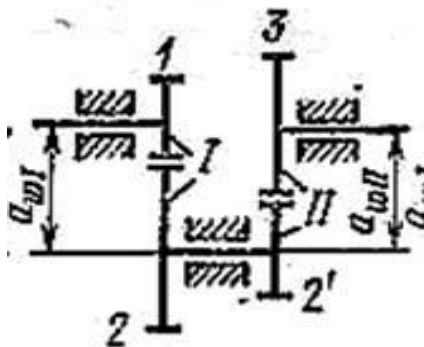

Рис. 41. Кинематическая схема цилиндрического двухступенчатого редуктора
2. Рассчитать передаточное отношение i_{13} цилиндрического двухступенчатого редуктора (рис. 41) и межосевые расстояния a_{w1} и a_{w2} , принимая во внимание следующие исходные данные: числа зубьев колес $z_1=18$, $z_2=26$, $z_2'=32$ и $z_3=42$, модуль $m = 8$ мм, колеса считать нулевыми.